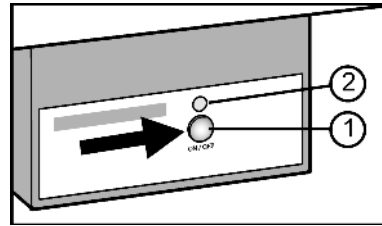

Fig. 14
- ▶ Premere il tasto On/Off Fig. 14 (1) finché si illumina il LED Fig. 14 (2).